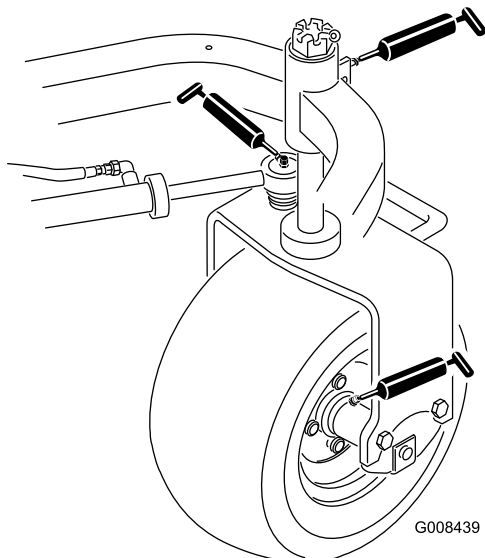

Рисунок 29
- Ступица заднего колеса (1) (Рисунок 29)
- Подшипник поворотного колеса (1) (Рисунок 29)
- Гидроцилиндр рулевого управления (2) (Рисунок 29)